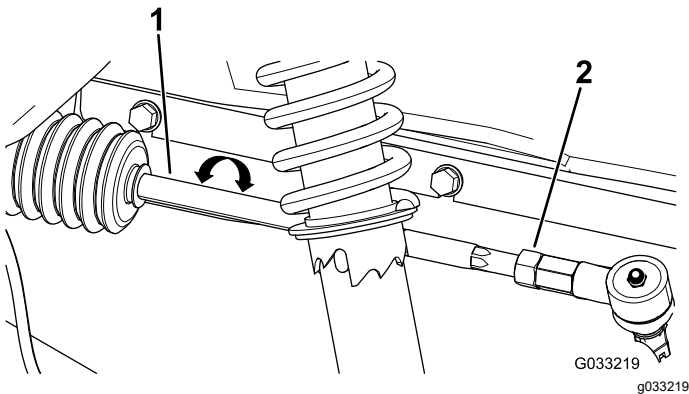

**Figure 48**
1. Mesurez la distance entre les roues avant à hauteur d'essieu, à l'avant et à l'arrière des roues (Figure 48).